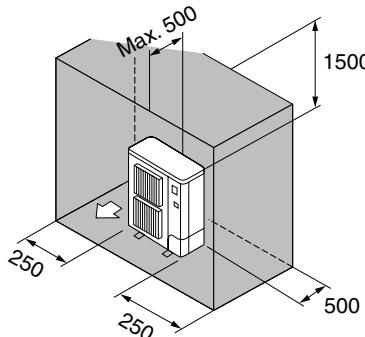

Fig. 2-7
⑥ Alleen obstakels aan de achter- en bovenzijde en de zijkanten (Fig. 2-7)